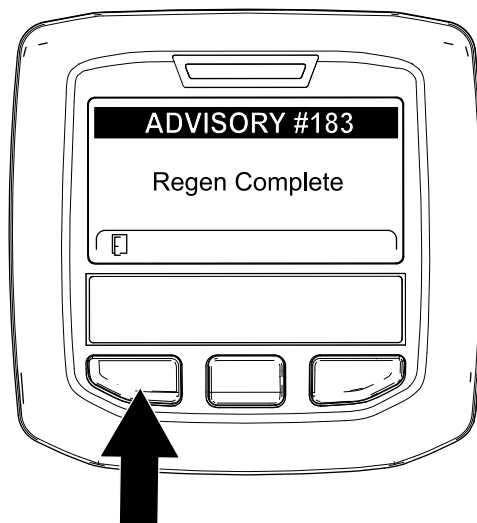

Figura 86
9. Când computerul motorului finalizează o regenerare în stare de parcare sau de recuperare, InfoCenter afiează ADVISORY #183 (recomandarea nr. 183) (Figura 86). Apăsai butonul din stânga pentru a reveni la ecranul de pornire.